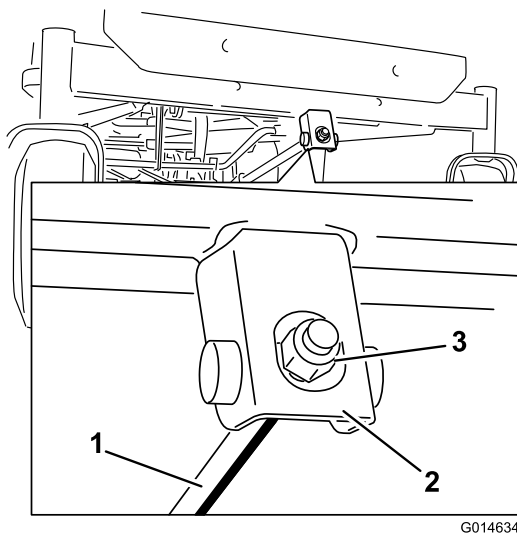

**Figura 55**
4. Gire cuidadosamente las cuchillas colocándolas en el sentido de avance de la máquina (Figura 55).
5. Mida entre la punta de la cuchilla delantera y la superficie plana y entre la punta de la cuchilla trasera y la superficie plana (Figura 55). Si la punta de la cuchilla delantera no está entre 1.6-7.9 mm (1/16-5/16 pulgada) más baja que la punta de la cuchilla trasera, ajuste la contratuerca delantera.
hasta que la punta de la cuchilla más avanzada esté entre 1,6–7,9 mm (1/16"-5/16") más baja que la punta de la cuchilla más atrasada (Figura 55).